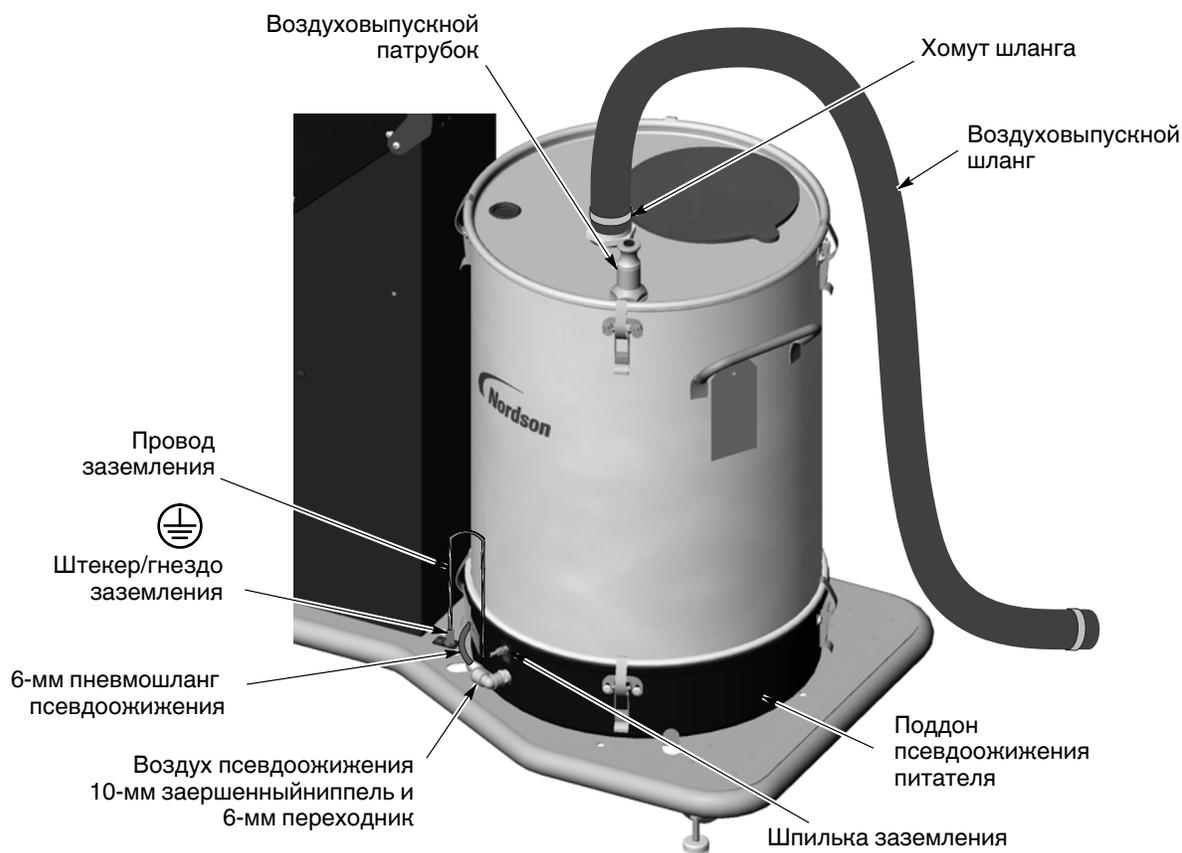

Рис. 3-2 Установка питателя на тележке передвижной системы
1. См. рис. 3-2. Освободить застежки крышки питателя, снять выпускной воздушный шланг и его хомуты.